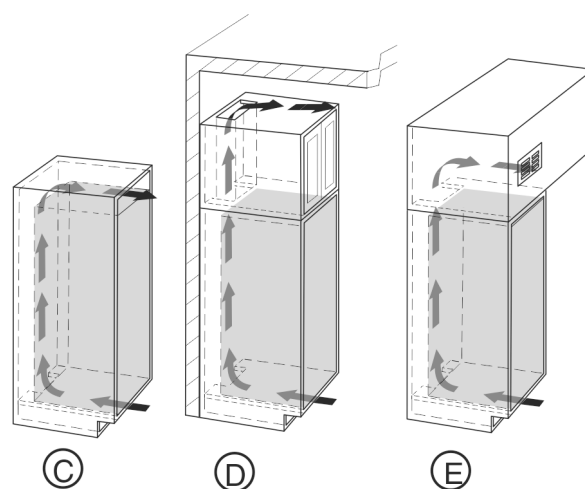

Fig. 6
- L'espace de ventilation du dessus peut être réalisé directement au-dessus de l'appareil avec une grille de ventilation disponible en option *Fig. 6 (C)*, au-dessus du placard *Fig. 6 (D)* à proximité du plafond ou comme bouche de sortie d'air dans un faux plafond *Fig. 6 (E)*.